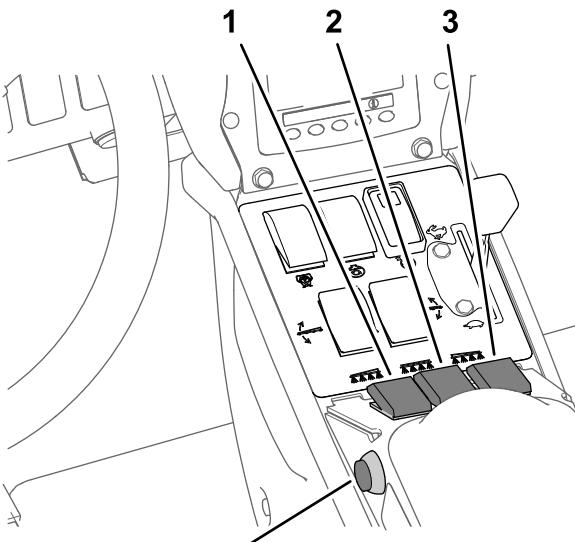

Bild 41
7. Stellen Sie die Sprühabschnittsschalter in die EIN-Stellung (Bild 41).
10. Fahren Sie mit der gewünschten Geschwindigkeit und stellen Sie den Hauptabschnittschalter in die EIN-Stellung, um mit dem Sprühen zu beginnen (Bild 41).
3. Stellen Sie den Hauptabschnittschalter in die Aus-Stellung, siehe Bild 41 in Sprühen im Dosierungsmodus (Seite 38).
7. Stellen Sie die Schalter der einzelnen Abschnitte nach Wunsch in die EIN-Stellung, siehe Bild 41 in Sprühen im Dosierungsmodus \(Seite 38\).
9. Fahren Sie mit der gewünschten Geschwindigkeit und stellen Sie den Hauptabschnittschalter in die EIN-Stellung, um mit dem Sprühen zu beginnen, siehe Bild 41 in Sprühen im Dosierungsmodus \(Seite 38\).